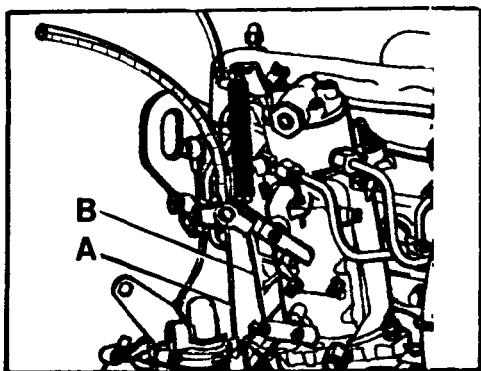

Fig. A1-8 Desmontaje de los cables de acelerador y estrangulador
- c) El cable del acelerador, A (Fig. A1-8) y el del estrangulador, B.